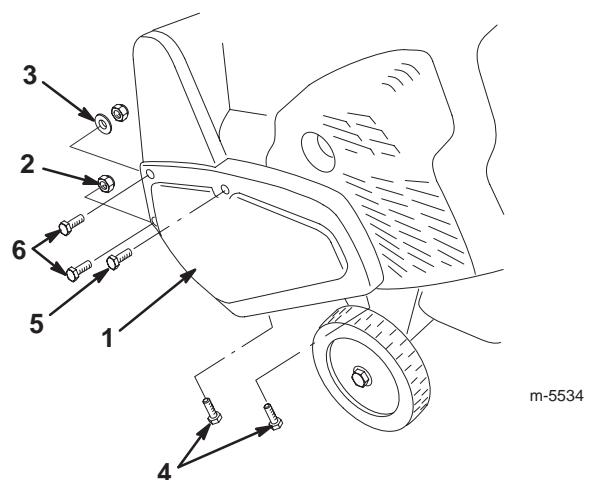

Figure 26
4. Retirez les fixations du couvercle de la courroie d' entraînement sur le châssis de la déneigeuse (Fig. 26). Mettez le couvercle de la courroie d' entraînement de côté.